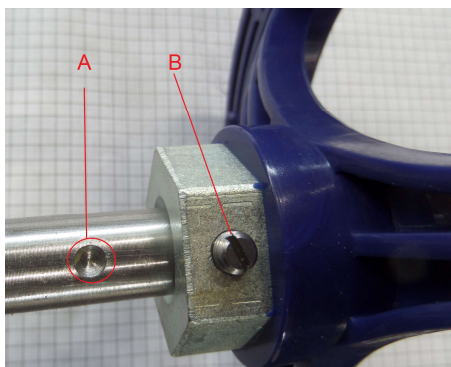

Рис. 7. Установка штурвала
- распаковать штурвал. На вале механизма управления положением варочного сосуда совместить метку А с винтом В на штурвале (см. рис. 7). Используя отвертку с плоским шлицем установить винт «В» до упора;